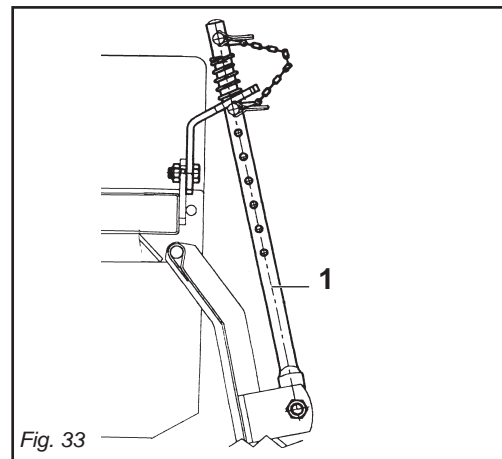

Fig. 33
- 3) Nel caso che la macchina sia dotata di martinetto antiribaltamento posizionare il perno come in figura (1 Fig. 33).
- 3) *If the machine has a safety ram, position the pin as shown in the figure (1 Fig. 33).*
- 3) Si la machine est dotée d'un vérin anti-retournement, placer l'axe comme indiqué dans la figure (1 Fig. 33).
- 3) *Falls die Maschine mit einem Hydrozylinder gegen Umkippen ausgerüstet ist, muss der Bolzen wie in der Abbildung (1 Abb. 33) gezeigt angeordnet werden.*